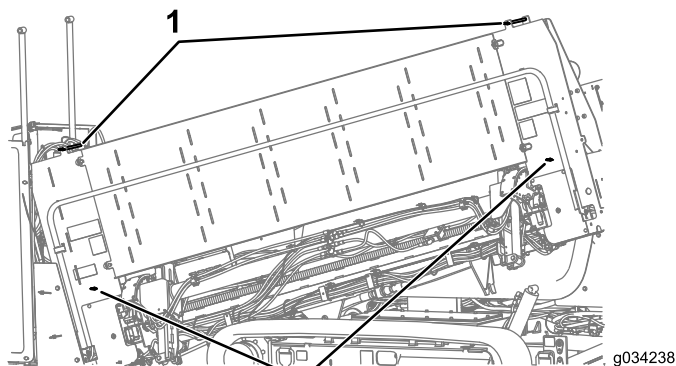

Figura 72
2. Asegúrese de que los pasadores superior y trasero del portatubos están instalados Figura 72.